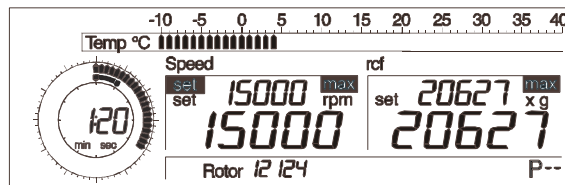

Abb. 5.14: Einstellung der Drehzahl
- Drehen Sie den linken Drehknopf, bis im Anzeigenfeld "set" vor dem Parameter "Speed" erscheint (siehe Abb. 5.14).